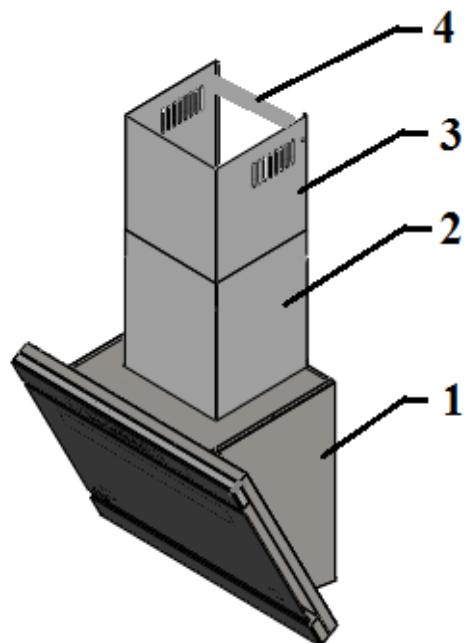
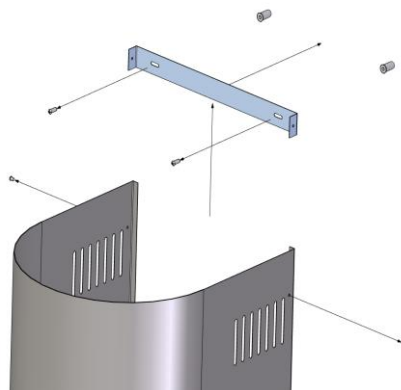

Рис. 4
Рис. 6
- Сделайте отверстия в помеченных местах с помощью сверла, соответствующего диаметру прилагаемым дюбелям с шурупами (5) (рис. 4), вбейте дюбеля, а затем привинтите корпус вытяжки к стене.
- На прикрепленной к стене вытяжке установите маскирующие трубы (2) и (3) (рис. 4).
- Выдвиньте внутреннюю трубу (3) на нужную высоту.
- Отметьте на стене расположение отверстий, находящихся во внутренней маскирующей трубе (3), для правильного позиционирования кронштейна (4).
- Приложите кронштейн (4) на выбранной высоте и отметьте отверстия.
- Сделайте отверстия в стене с помощью сверла, соответствующего диаметру прилагаемым дюбелям (6). Прикрепите кронштейн (4) на выбранной высоте.
- Вытяните внутренний маскирующий экран (3) и соедините винтами (7) с кронштейном (4) (рис. 4 и рис. 6).